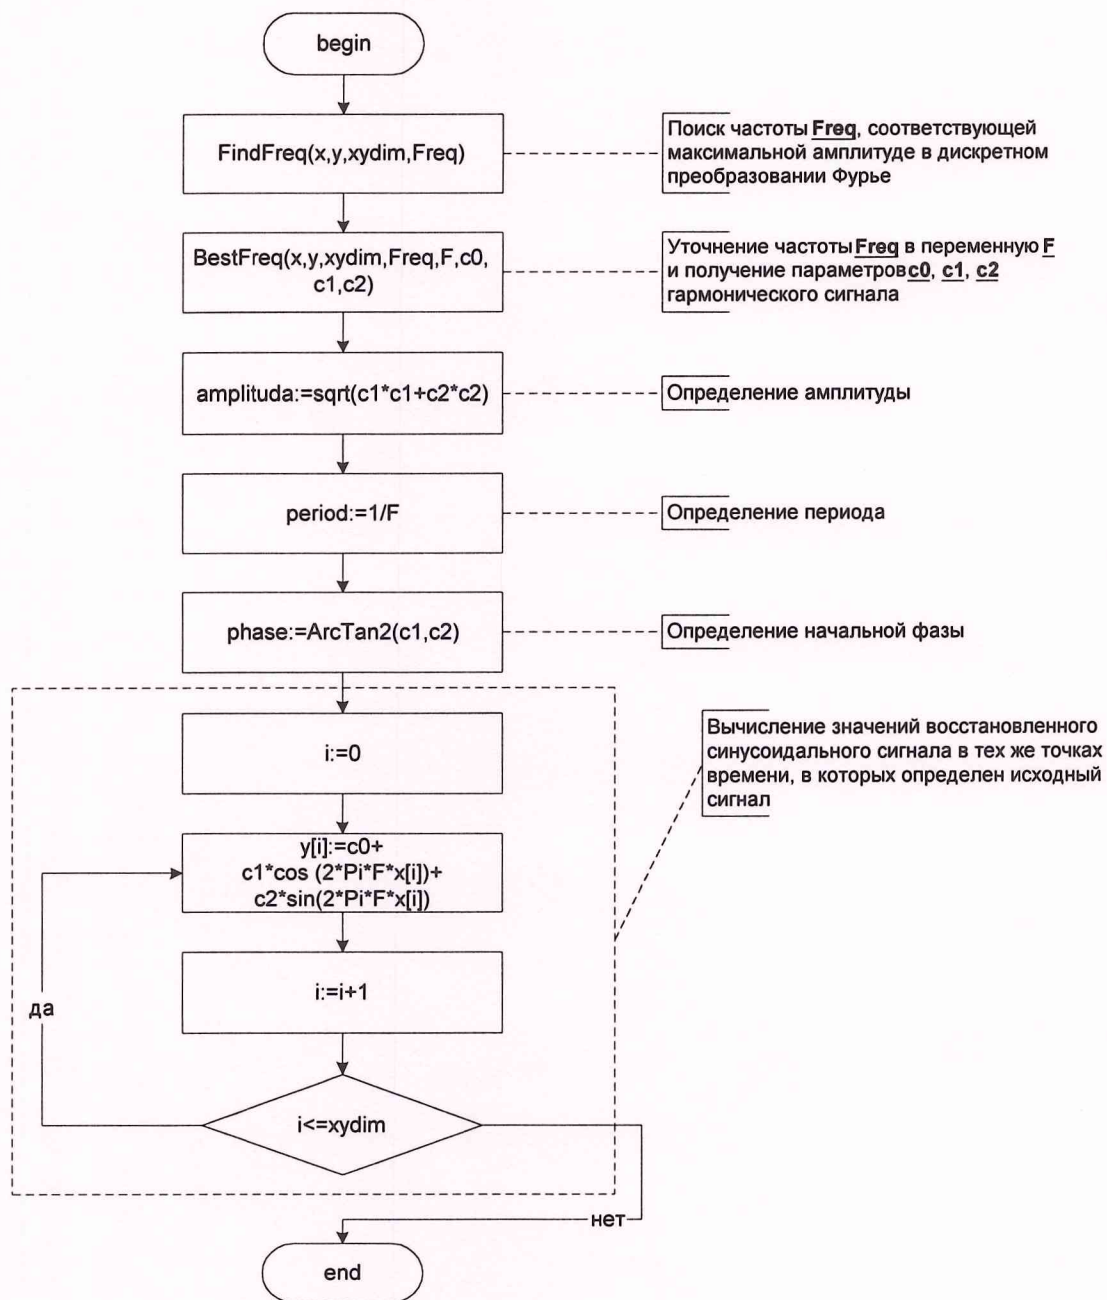

рис.4.1
4.9. Алгоритм `SinRec` приведен на рис.4.1 – 4.4.